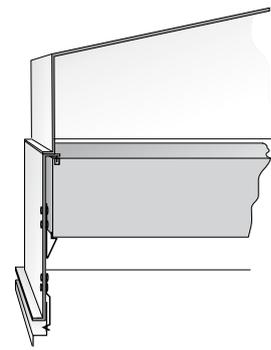

Abbildung 3. CLH, mit Gel abgedichteter Filter.
- Drücken Sie die den Filter haltenden Federn ein, siehe Abbildung 3. Die Montage des neuen Filters erfolgt durch vorsichtiges Eindrücken des Filters, bis die Federn den Filter greifen.